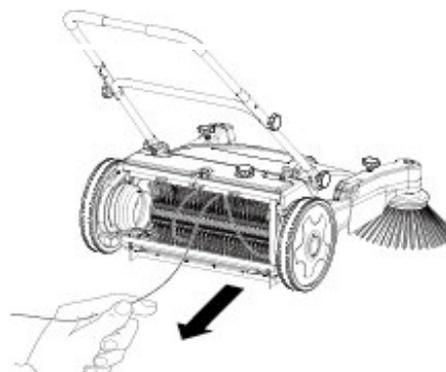

Abb. 7-1: Kehrwalze
- Falls sich die Kehrwalze im Schmutz verheddert hat, sollte der Schmutz durch Umdrehen der Kehrwalze entfernt werden (Abb. 7-1).